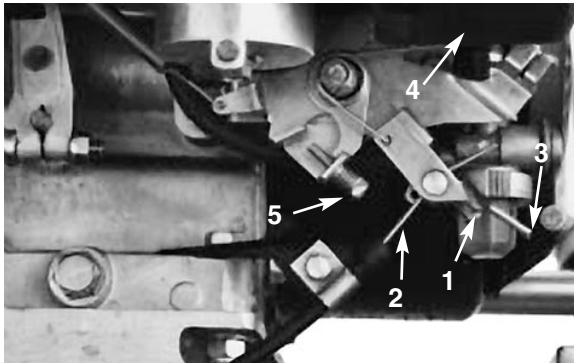

Bild 37
2. Lockern Sie die Schraube, mit der der Gaszug am Vergaserarm (Bild 37) abgesichert ist.